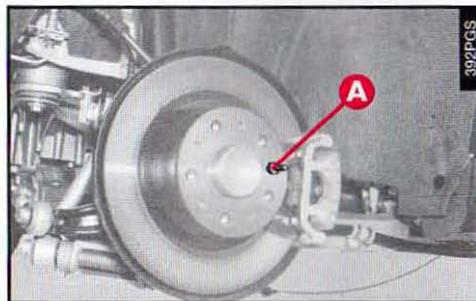
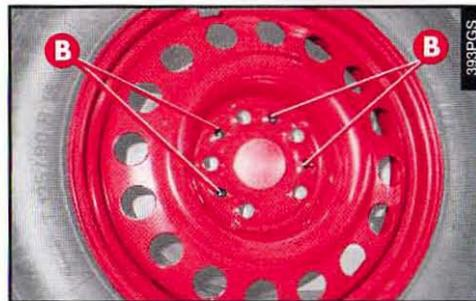

fig. 10
fig. 11
– Monter la roue compacte ou la roue de secours en faisant coïncider le pion (A-fig. 10) du moyeu avec l'un des trous (B-fig. 11) de la roue.
— Monter la roue en faisant coïncider le pion (**A-fig. 10**) du moyeu avec l'un des trous (**B-fig. 11**) de la roue.